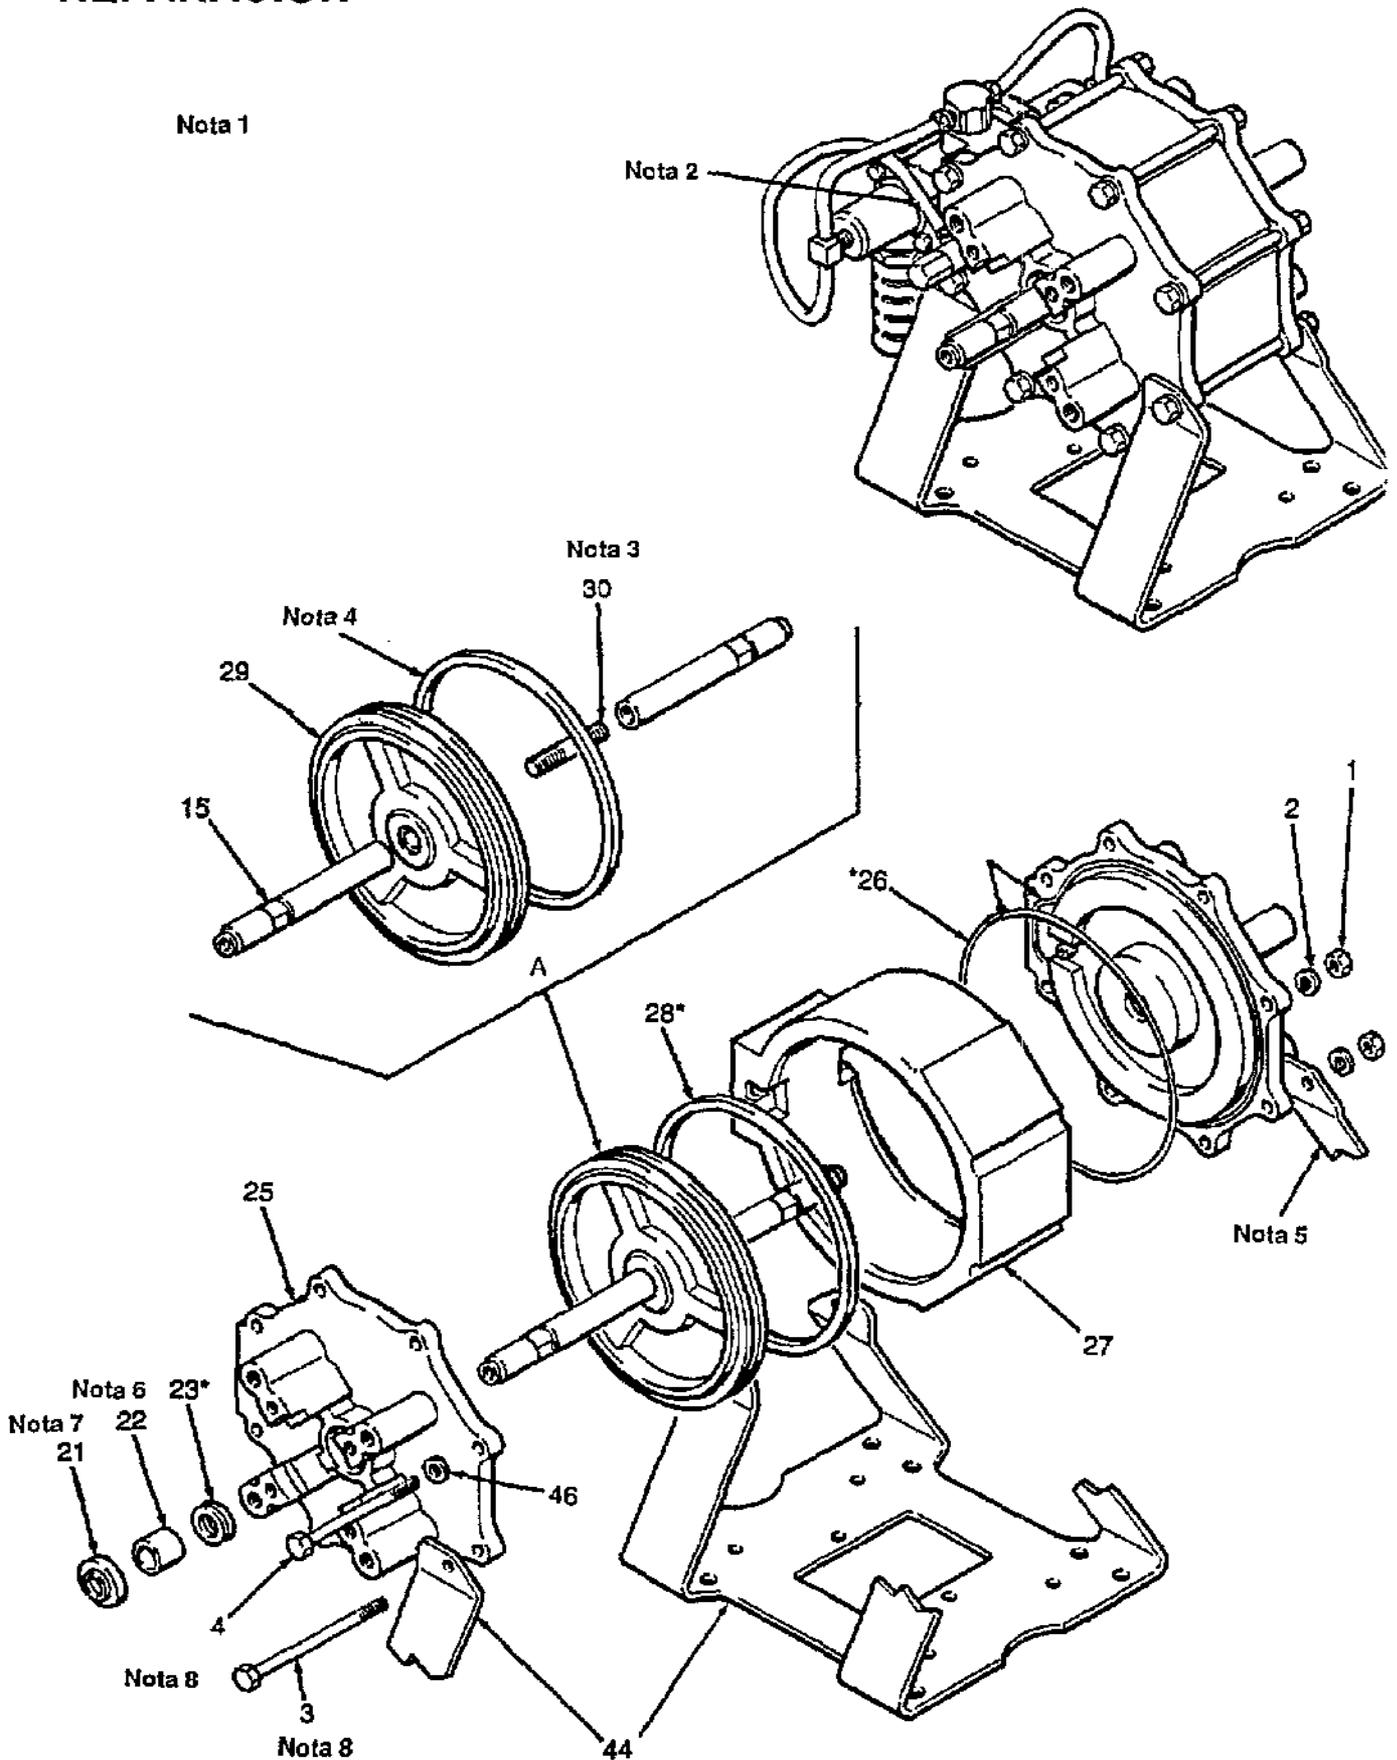

Fig. S-2
3. Sacar los tornillos (3 y 4), arandelas (46), tuercas (1) y arandelas retén (2) del sombrerete del cilindro (25). Ver la Figura S-2.
4. Retirar la bomba del soporte de montaje (44).
5. Sacar los sombreretes del cilindro (25) de ambos extremos del motor neumático. Si las mangueras no están desconectadas o las válvulas piloto desmontadas, tener mucho cuidado de no tirar de las mangueras al retirar los sombreretes.
1. Aplicar grasa a base de litio a todas las guarniciones, juntas y al interior del cilindro del motor neumático (27) antes de proceder al montaje.
2. Si se retiraron los ejes del pistón (15) del vástago (30), aplicar producto impermeable de alta resistencia (como Loctite) 102-969, ver ACCESORIOS) a las roscas del vástago del pistón y montar como se muestra en la Figura S-2.
3. Instalar el anillo espaciador (28*) en la ranura del pistón (29). Instalar el conjunto del pistón (A) en el cilindro del motor neumático (27).
4. Instalar una copela-u (23*) en cada sombrerete del cilindro (25). Las pestañas de la copela-u deben estar orientadas hacia adentro, hacia el centro de la bomba, como se ilustra en la Figura S-2.
6. Si se retiraron los cojinetes (22), instalar uno en cada sombrerete del cilindro (25). Ajustar el cojinete a presión a ras, utilizando la herramienta para Cojinete/Leva 183-888 y una prensa.
7. Instalar una leva de eje (21) en cada sombrerete del cilindro (25) con la parte de latón orientada hacia afuera, en dirección opuesta al centro de la bomba, como se muestra en la Figura S-2. Presionar cuidadosamente en su sitio, utilizando la herramienta para Cojinete/Leva 183-888, para evitar el daño de la parte de latón.
8. Instalar una junta tórica (26*) en la ranura de cada sombrerete de cilindro (25). Deslizar un sombrerete de cilindro (25) en cada extremo del motor neumático.
9. Fijar el soporte de montaje (44) y sombreretes del cilindro (25) a la bomba con los tornillos (3 y 4), arandelas (46), tuercas (1) y arandelas retén (2). Apretar los tornillos con par 10-17 N.m.